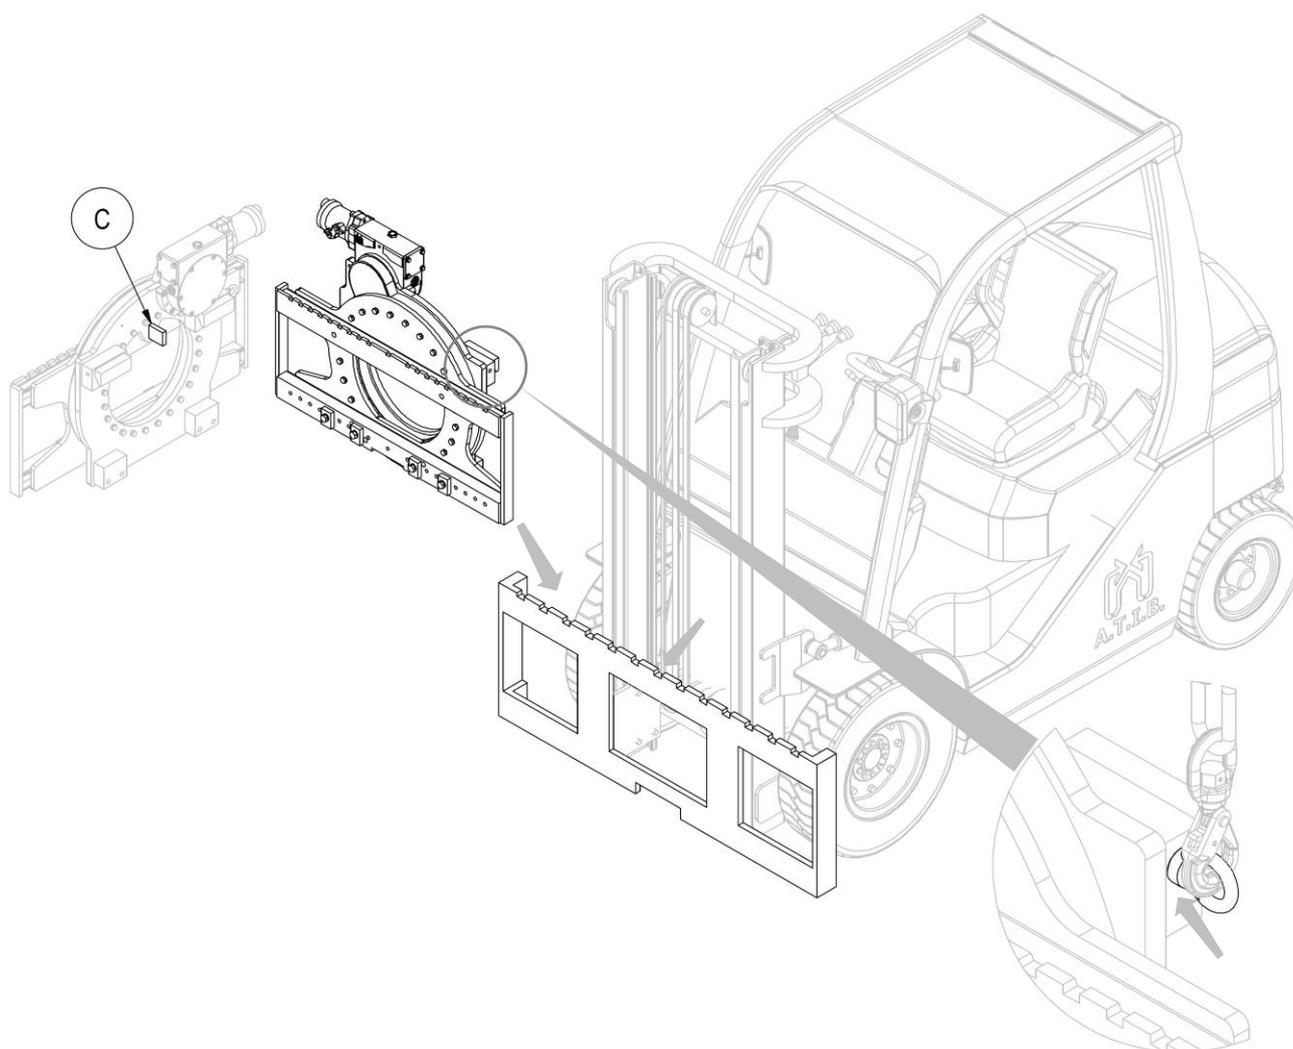

Figura 5
5. Solo se deben usar pernos de ojo ajustables para la manipulación, que deben atornillarse en los orificios laterales correspondientes. (mira *Figura 5*).
6. Enganche el equipo desde el punto de agarre superior con un puente grúa colóquelo en la placa porta horquillas, teniendo cuidado de encajar el diente de centrado **C** en la muesca central de la placa (mira *Figura 5*).